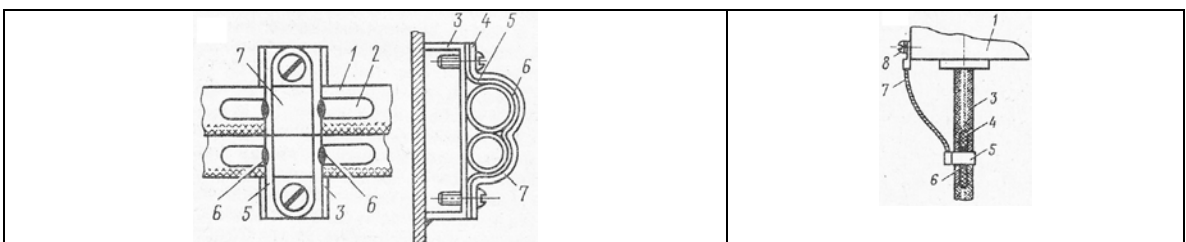

Рис. 3
3. Объяснить методы заземления судового электрооборудования, металлических оболочек кабелей, обеспечение защиты от помех радиоприему (рис.3)